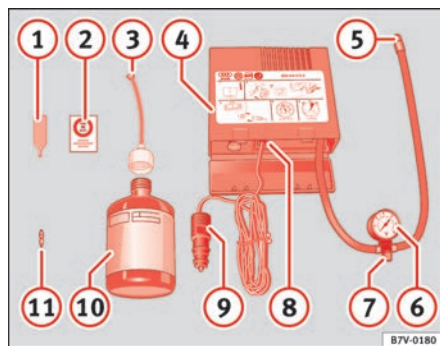

Abb. 153 Bestandteile des Pannensets
- Nehmen Sie den Aufkleber ⇒ Seite 244, Abb. 153 ② aus dem Pannenset und kleben Sie ihn im Blickfeld des Fahrers auf die Instrumententafel.
- Schrauben Sie mit dem beiliegenden Ventileinsatzdreher ⇒ Seite 244, Abb. 153 ① den Ventileinsatz aus dem Reifenventil heraus und legen Sie den Ventileinsatz auf einem sauberen Untergrund ab.
- Schütteln Sie die Reifenfüllflasche ⇒ Seite 244, Abb. 153 ⑩ einige Male kräftig hin und her. ■